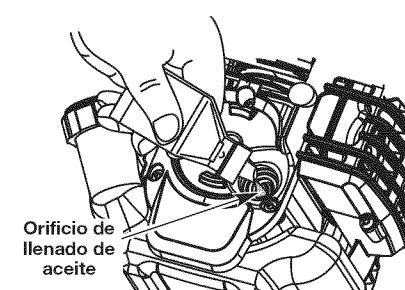

Fig. 6
- Vierta todo el contenido de la botella de aceite en el cigüeñal (Fig. 6).